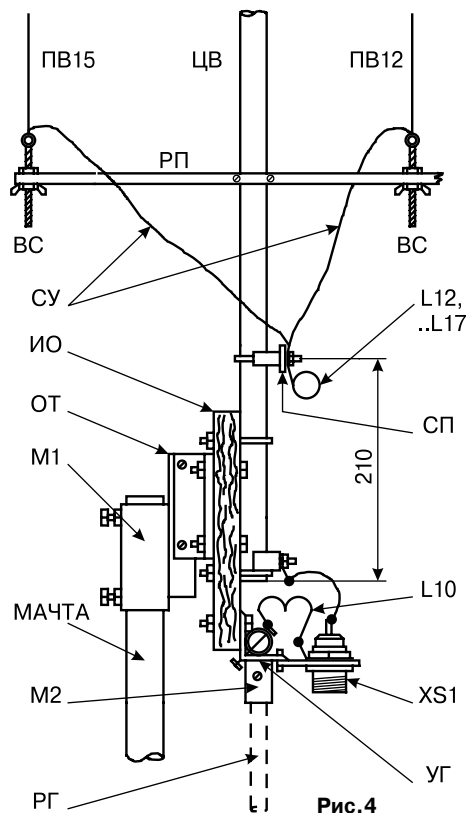

Рис.4
ки ИВ  $\varnothing 22$  и длиной 60 мм, параллельно которой располагается катушка  $L_B$ , электрически соединяющая ЦВ и КС. Данные катушки - провод МГТФ сечением 0,75 мм2, 35 витков (плотная намотка, виток к витку на текстолитовой трубке  $\varnothing 26$  мм), гидроизоляция изолентой типа NOVA ROLL или термоусадочной трубкой. В качестве каркаса для  $L_B$  можно использовать отрезок нижней секции складной удочки. Нижняя часть ЦВ и противовес ПР крепится к плоскому опорному изолятору ИО (рис.4) размерами 220х80 и толщиной от 14 мм (стеклотекстолит) и от 20 мм (текстолит). ПР - труба  $\varnothing 30$  мм и длиной 5,2 м (UR4MIG применяет телескопическую конструкцию из стальных труб диаметрами 27, 21, 16 мм длиной 5,4 м), возможно использование проволоочной конструкции (п.2.4). Крепление ПР производится с помощью отрезка уголкового профиля УГ размерами 50х30х80 мм. В центре ПР по диаметру сверлится сквозное отверстие и нарезается резьба М5. Шпилька длиной 75 мм, вкрученная в трубу, крепит ПР к УГ и одновременно является контактом токосъема ПР. К нижней полке УГ с помощью текстолитовой пластины размерами 90х30х4 мм крепится разъем XS1 "Вход антенны" типа CP50-131. Проволочные вибраторы ПВ (рис.1 и рис.4) - из провода ПЭВ  $\varnothing 1,8...2,0$  мм, каждый состоит из вертикальной части с малым орешковым изолятором ОИ наверху (на ПВ12 связка из 2-х ОИ) и соединительного участка СУ внизу. На конце СУ напаян наконечник, с помощью которого он соединяется со сборной платой СП. Общая длина проволочной части: ПВ17 - 3750 мм, ПВ15 - 3300 мм, ПВ12 - 2850 (с учетом разделки в ОИ исходная длина ПВ больше на 150 мм), в том числе СУ17 и СУ15 - по 400 мм, СУ12 - 310 мм). Наилучший по стабильности вариант разделки в ОИ - пайка с последующей окраской. Отметим, что полная длина вибраторов 12, 15, 17 м.д. включает и нижний участок ЦВ до СП длиной 210 мм. Для фиксации ПВ используются текстолитовые распорные планки РП длиной по 0,56 м и сечением 20х9 мм верхняя и 20х12 мм нижняя или пластмассовые лыжные палки, сложенные по 2 штуки. Возможно использование металлических РП, например, из дюралевого П-образного швеллера, в этом случае крепление ПВ к нижней РП производится через изолирующие планки, а сверху ПВ применяется связка из трех изоляторов (при металлических РП резонансные частоты 10 и 20 м.д. снижаются на ~1%). Плечи РП несимметричны и обеспечивают расстояния между ПВ15 и осью ЦВ - 240 мм, для ПВ17 и ПВ12 - 300 и 180 мм соответственно. Принятый способ расположения ПВ позволяет, при сохранении достаточной широкополосности, использовать РП простой формы и свести их число к минимуму.
Отдельно следует остановиться на катушках L12, L15, L17, включенных в точки соединения ПВ и ЦВ (ранее в тексте они не упоминались, т.к. их применение не принципиально). Они открытой конструкции из провода ПЭВ  $\varnothing 2,4$  мм, содержат соответственно 2, 3 и 4 витка внутренним  $\varnothing 25$  мм и крепятся с помощью напаянных наконечников к плате СП. Электрический контакт L12, L15, L17 с ЦВ обеспечивается через хомут крепления СП. Применение катушек в легко доступном месте существенно упрощает и ускоряет процесс настройки на 12...17 м.д. Сжимая и разжимая их витки (предварительно ослабив крепление), можно сдвигать частоты настройки в пределах 200...400 кГц. Если этого недостаточно, несложно изготовить и установить новую катушку с большим (меньшим) числом витков. Аналогичная катушка L10 (рис.4) из 3 витков для 10 м.д. устанавливается на входе противовеса. Из практики: применение катушек, как правило, негативно воспринимается теми, кто впервые знакомится с антенной, и горячо поддерживается построившими её. Справка: открытые катушки по 10...17 витков применяются в популярной антенне HF6V-X (HF9V-X) фирмы BUTTERNUT.
3.3. С помощью нижнего узла НУ (рис.4) антенна крепится к мачте с наружным диаметром в 40...53 мм. НУ состоит из муфты М1 (отрезок трубы Ø60/54 длиной 90 мм с наваренными гайками М8), к которой приварен отрезок трубы ОТ Ø27/21, длиной 140 мм. ИО с НУ соединяется посредством двух уголков сечением 40х25х4 длиной 100 мм, которые крепятся к ОТ с помощью двух проходящих насквозь болтов М6. Если нижний болт удалить, шарнирное соединение за счет верхнего болта позволяет всю антенну в сборе ( $h>9$  м) переводить из вертикального положения в горизонтальное и наоборот с помощью дополнительного рычага РГ (труба диаметром 27 мм и длиной 0,7...1 м), который на время этой операции вставляется и фиксируется в муфте М2, приваренной к нижней полке УГ.